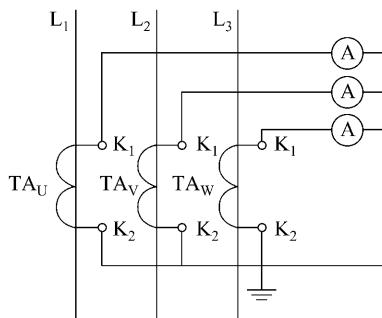

图 1-17 测量三相电流接线图
(5) 三只电流表配用三只电流互感器测量三相线电流的接线,见图 1-17。接线要求及元部件的选择:
① 电流表的量程按计算电流的 1.5 倍来选择。
② 电流互感器的变比应根据电流表量程确定。
③ 电流互感器的额定电压比与被测电路电压相适应。
④ 二次连接线应采用不小于 2.5 mm^2 的绝缘铜导线。
⑤ 连接导线中不应有接头,导线端头压接应牢固。